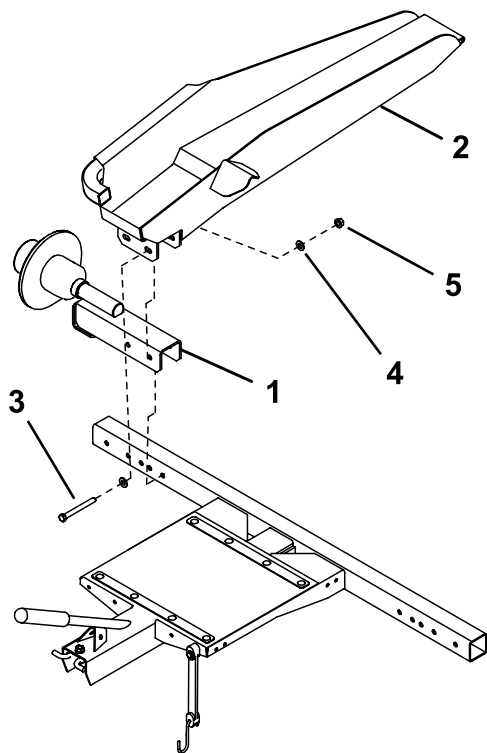

Figure 3
2. Montez l'essieu et une rampe (Figure 3) ou un rail (Figure 4) à chaque extrémité du cadre avec 2 boulons ($\frac{3}{8}$ " x 3"), 4 rondelles et 2 écrous.